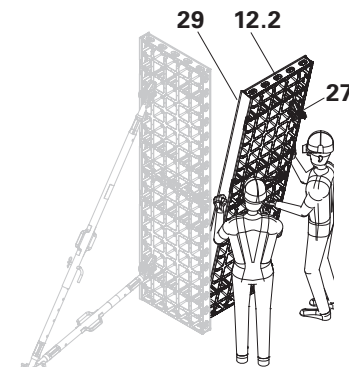

Fig. C1.05
6. Raccorder la deuxième élément de coffrage, à l'aide du connecteur d'angle DUO (23), au premier élément de coffrage. (Fig. C1.05 + C1.06)